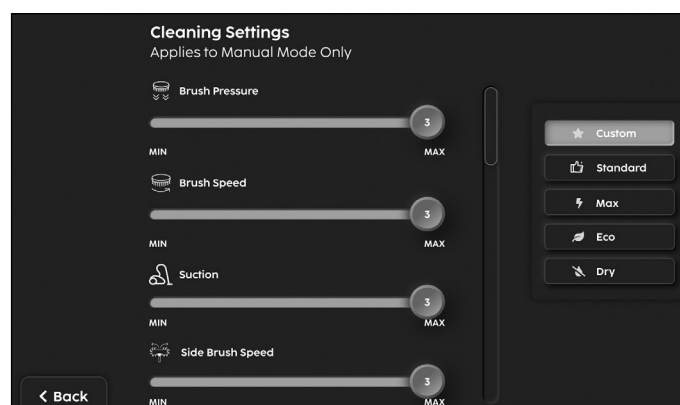

Figure 46
3. Pour « Personnalisé », les curseurs (**Fig. 46**) contrôlent la pression de la brosse, la vitesse de la brosse, l'aspiration, la vitesse de la brosse latérale et la pression de la brosse latérale. Sélectionnez vos paramètres personnalisés et sélectionnez Enregistrer.